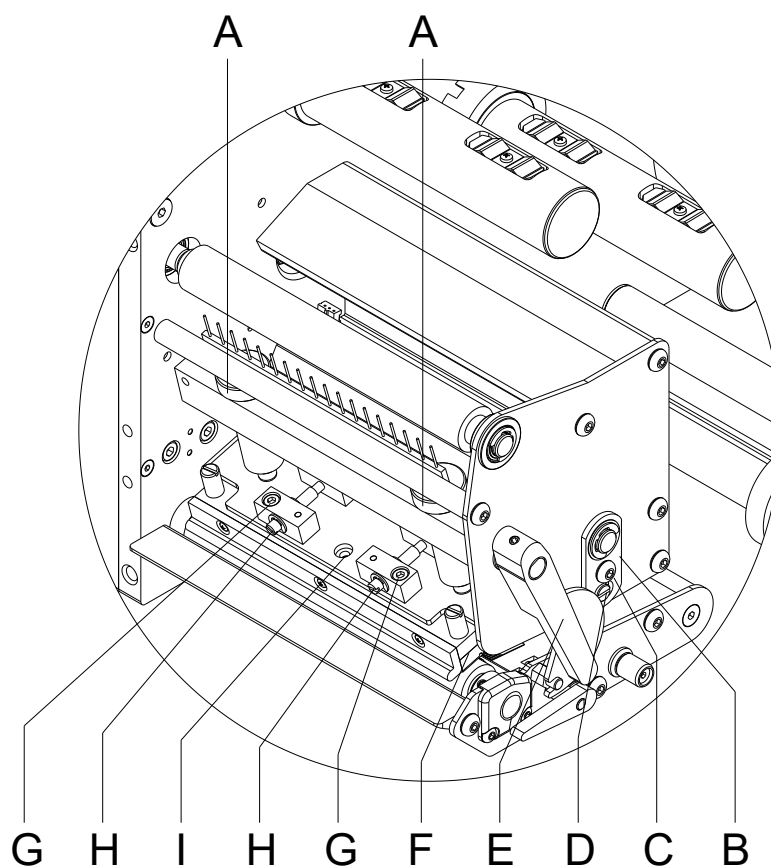

Figura 29
Si tras regular el paralelismo no se consiguiera que la anchura de la impresión fuese regular, se puede igualar con la ayuda de una placa de fijación (B, Figura 29).
5. Afloje el tornillo (C, Figura 29) girándolos aprox. ¼ de vuelta.
6. Gire la clavija excéntrica (D, Figura 29) para ajustar una impresión igualada. Continúe ajustando el cabezal de impresión hasta que la impresión en el text salga igualada.
7. Coloque de nuevo el tornillo (C, Figura 29).
La presión del cabezal puede modificarse con los tornillos (A, Figura 29) en el lado interior y exterior del cabezal, respectivamente. Un aumento de la presión del cabezal lleva en el lado respectivo a un mejoramiento del ennegrecimiento del formato de impresión y a un desplazamiento de la marcha de la cinta en la correspondiente dirección.
4. Gire el tornillo de presión (A, Figura 29) para modificar la presión del cabezal de impresión.
5. Gire el tornillo de presión (A, Figura 29) en el sentido de las agujas del reloj hasta que llegue al tope, se consigue un incremento de presión de 10N respecto al ajuste inicial de fábrica.
6. Gire el tornillo de presión (A, Figura 29) hacia el tope derecho, girándolo en dirección contraria a las agujas del reloj, se obtendrá el valor de regulación de fábrica.